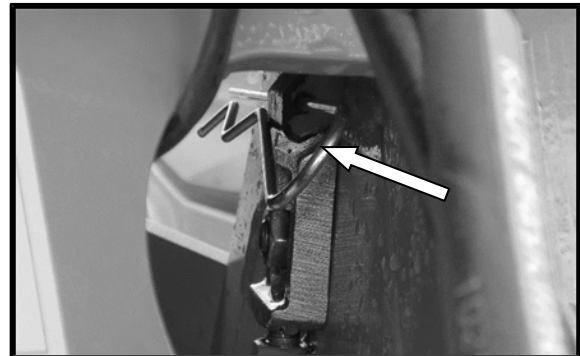

Abb. 57 Geräteverriegelung ist mit Federstecker gesichert
- Sichern Sie die Geräte-Verriegelung (Zunge) mit einem Federstecker – siehe Abb. 57.